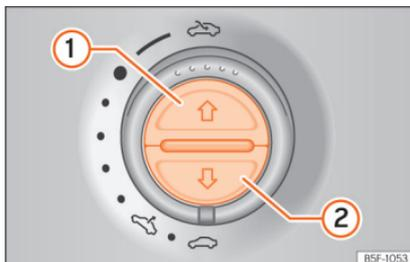

Abb. 143 Im Dachhimmel: Tasten für Sonnenschutzrollo.
Ganz öffnen (Automatiklauf):	Taste »» Abb. 143 ① kurz drücken.
Automatiklauf stoppen:	Taste »» Abb. 143 ① oder »» Abb. 143 ② kurz drücken.
Zwischenposition einstellen:	Taste »» Abb. 143 ① oder »» Abb. 143 ② gedrückt halten, bis Position erreicht ist.
Ganz schließen (Automatiklauf):	Taste »» Abb. 143 ② kurz drücken.
• *Sonnenschutzrollo*: Innerhalb von 5 Sekunden nach dem Auslösen der Kraftbegrenzung die Taste »» **Abb. 143** ② so lange drücken, bis das Sonnenschutzrollo vollständig geschlossen ist.